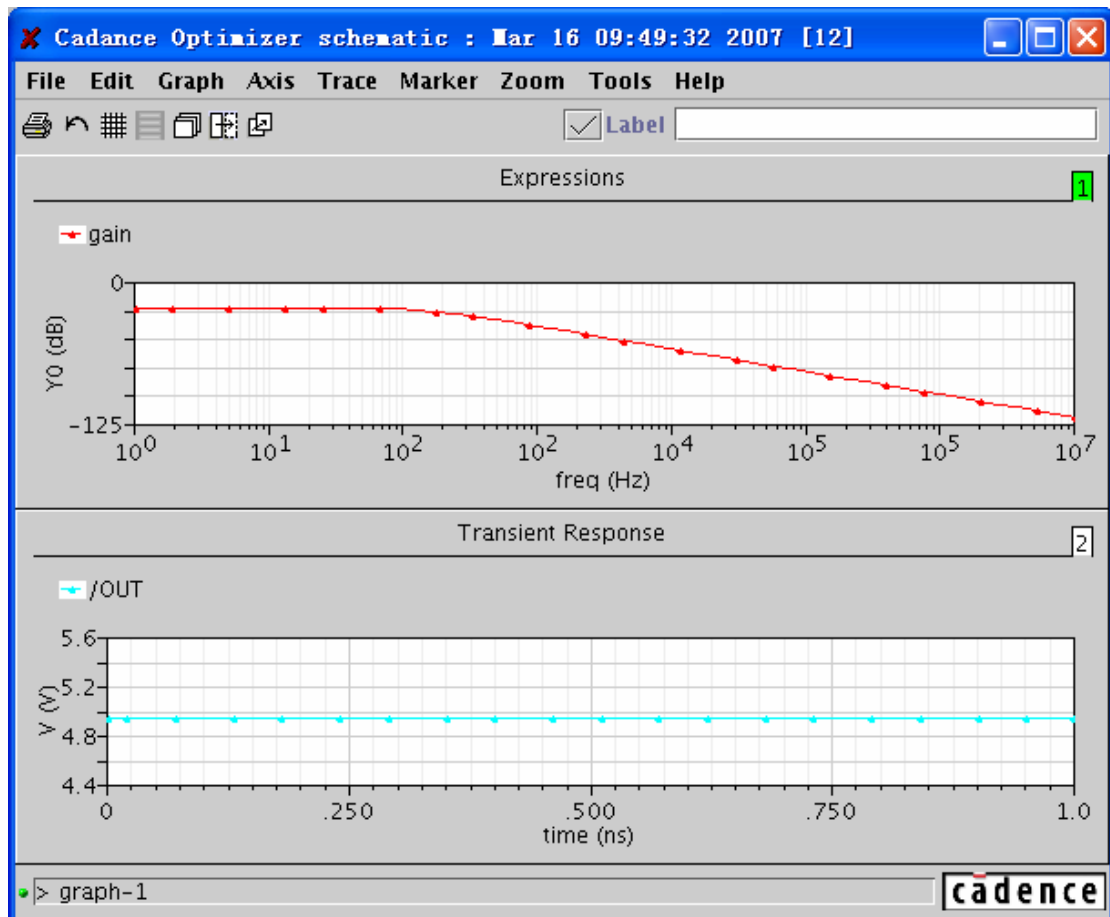

图 12.2 选择“Graph” → “Layout Vertical”后得到的纵向排列窗口
- 选择“Graph” → “Layout Vertical”，得到如图 12.2 所示的窗口。采用该方式时，子窗口将成纵向排列。